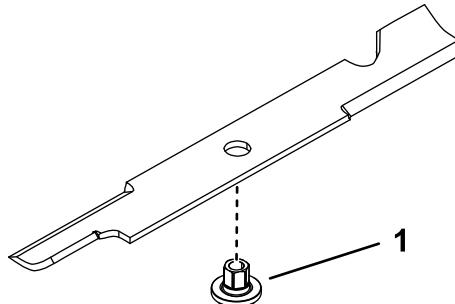

Figure 88
1. Insérez la douille dans la lame en plaçant l'embase sur le côté inférieur (côté herbe) de la lame (Figure 88).